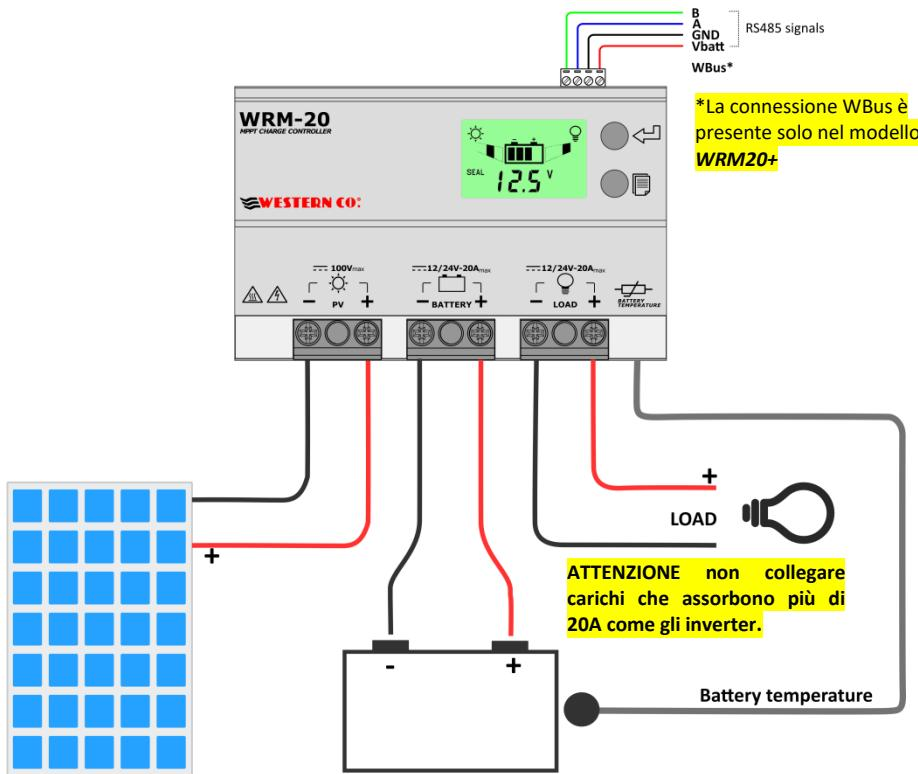

Fig.2 Schema di collegamento
- 2) Collegare nell'ordine: carico, sonda per misura temperatura batteria (in dotazione), modulo PV e per ultimo la batteria come nello schema Fig.2. Alla connessione della batteria il regolatore si accende e inizia a funzionare. Impiegare sezioni di filo appropriati come indicato in Fig.2.
Appena realizzati i collegamenti come in Fig.2 è necessario procedere al collaudo del sistema.